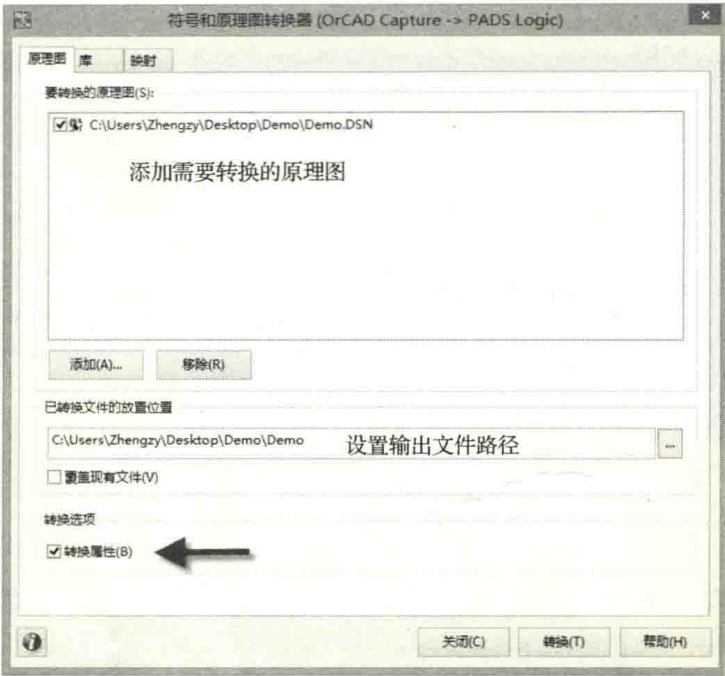

图 11-74 添加原理图及设置输出文件路径
(3) 添加需要转换的 OrCAD 原理图及设置输出文件路径，单击“转换”按钮，即可根据向导进行原理图的转换，如图 11-74 所示。